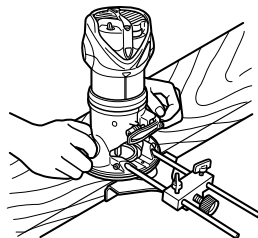

Fig. 14
④ Comme indiqué sur la Fig. 14, fixer solidement le fond du socle sur la surface traitée du matériau. Faire avancer la toupie tout en maintenant le plan du guide sur la surface du matériau.